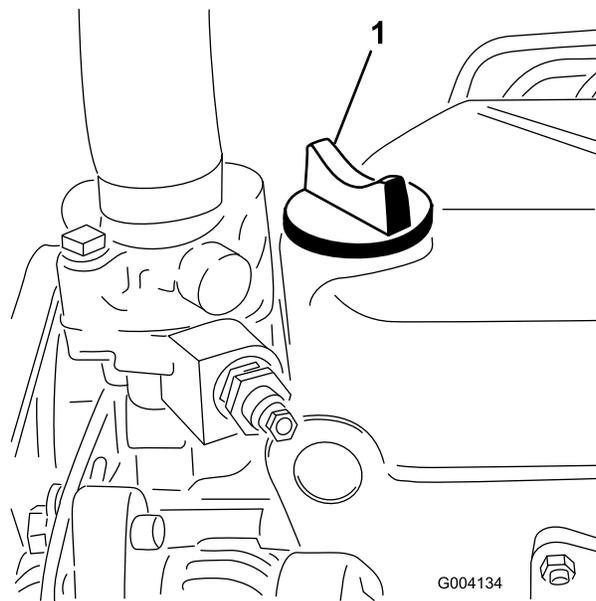

Figura 45
5. Se il livello dell'olio non raggiunge il segno di pieno, togliete il tappo di riempimento (Figura 45) e rabbocate con olio fino a portarlo al segno Full sull'asta di livello.